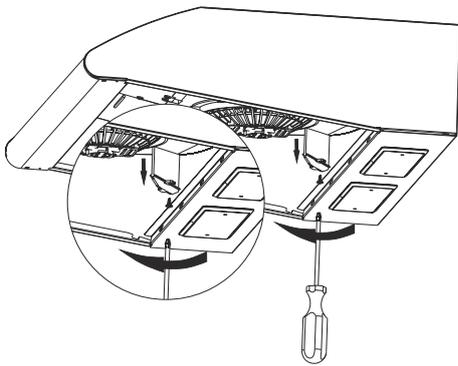

Abb. 6
- ➔ Entfernen Sie dann die lange Drossel am Motorgehäuse (Abb. 6).